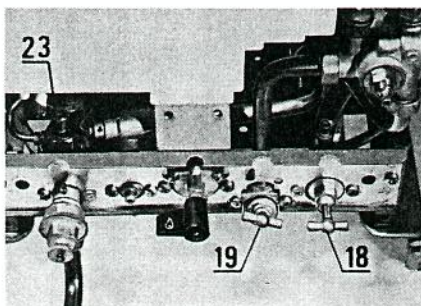

Fig. 21
- Ouvrir le robinet d'arrêt d'eau froide (19) (fig. 21).
2) Remplissage du circuit de chauffage (fig. 21).
- Vérifier que les deux robinets (18) et (23) du chauffage sont bien ouverts, ainsi que le robinet d'eau froide sanitaire (19).